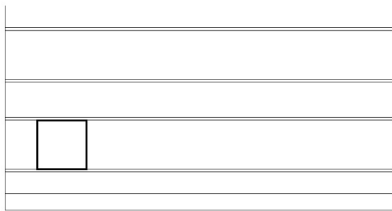

图 4.10 绘制出左下角的 1800mm×1800mm 窗洞口
- 平面图中①和②轴线之间 C-1 窗的尺寸是 1800mm×1800mm，①轴线至窗洞口左侧为 1050mm，①轴线至左侧外墙皮为 120mm，所以窗洞口左侧至外墙皮的距离为 1050mm+120mm=1170mm。
④ 在指定另一个角点或 [面积(A)/尺寸(D)/旋转(R)]: 提示下，输入“@1800, 1800”后按 Enter 键结束命令，结果如图 4.10 所示。